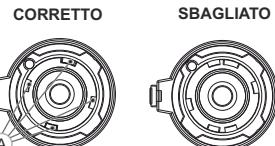

Fig.5
- Assicurarsi che i grani (A) dell'oculare per il visore applicabile si trovino sopra i loro incastri inferiori (**vedi Fig.5**).